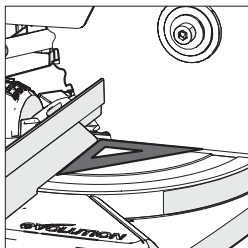

Fig. 14
- Coloque una escuadra en la mesa con un borde corto contra la guía y el otro borde corto contra la hoja (evitando las puntas de CT de los dientes de la hoja) (**Fig. 14**).